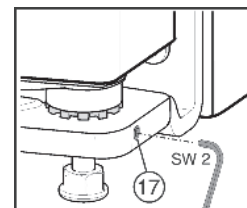

Fig. 12
- Немного выкрутите установочный винт Fig. 12 (17) (максимум на один оборот).
- Снова затяните установочный винт *Fig. 12 (17)*, чтобы зафиксировать опорный винт.